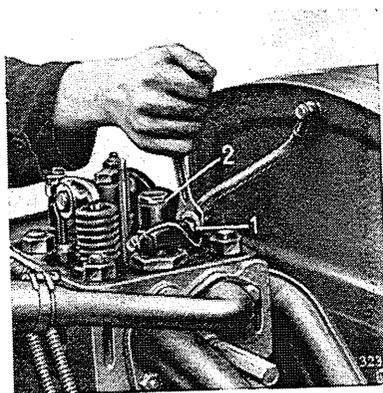
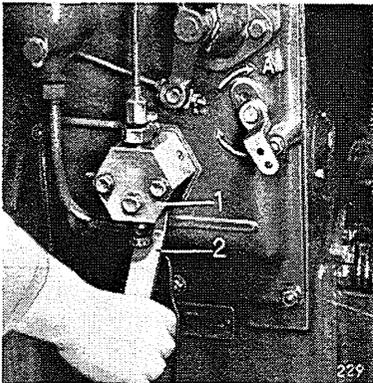

Bild Nr. 39
Bild Nr. 40
5. Überwurfmutter der Einspritz-Druckleitung am Einspritzventil lösen (Bild Nr. 39) und Vorpumphebel unter dem Ansatz der Vorpumpstange einsetzen (Bild Nr. 40).